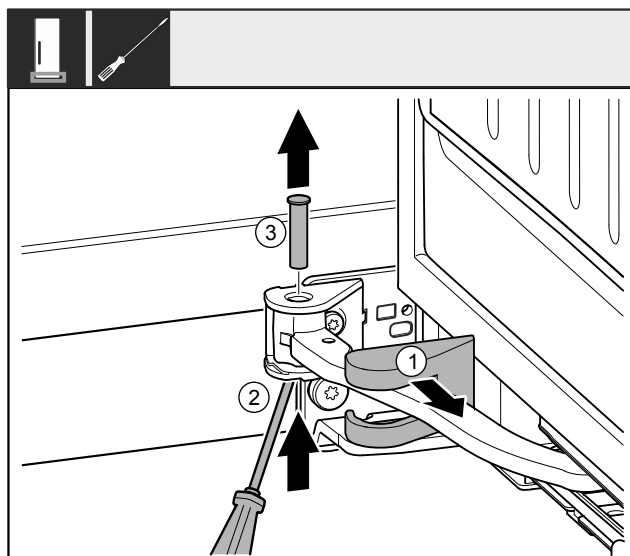

Fig. 10
- Stáhněte kryt stojanu ložiska Fig. 10 (1) a posuňte podél kloubu.
- Čep Fig. 10 (2) zespodu nadzvedněte šroubovákem.
- Čep Fig. 10 (3) vytáhněte shora.